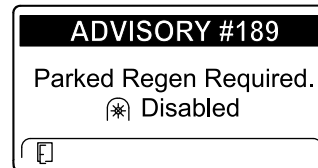

Figure 50
- Si vous n'exécutez pas de régénération en stationnement dans un délai de 2 heures, l'InfoCenter affiche ADVISORY #189 (avis n° 189) s'affiche pour demander une régénération en stationnement – prise de force désactivée (Figure 50).